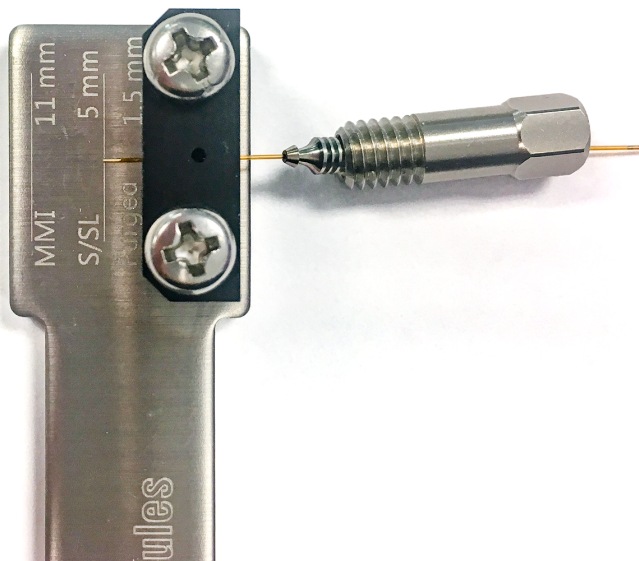

Figura 15. Pase la columna por la tuerca de columna, la férula y la herramienta de conexión
3. Pase el extremo de la columna por la tuerca de columna, la férula y la herramienta de conexión. Consulte la Figura 15.